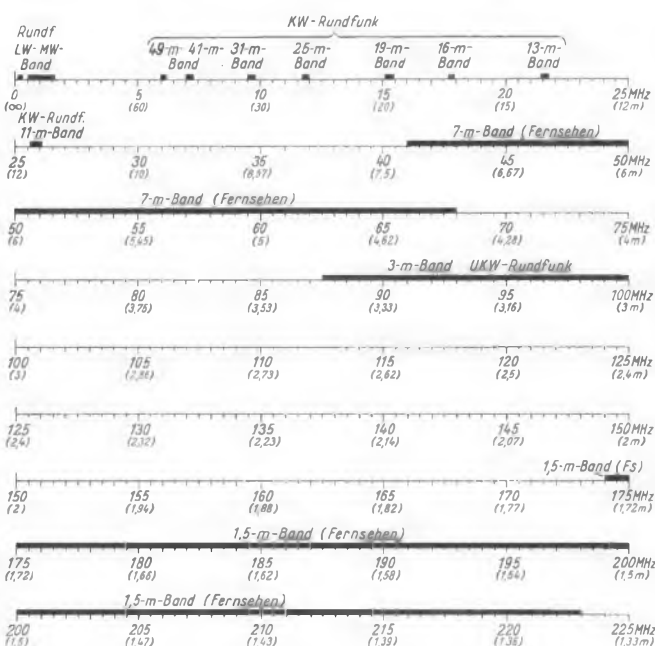

Bild 6.4. Die Rundfunk- und Fernsehbereiche in frequenzlinearer Darstellung
(freigegebene Bänder s. Bild 6.4). Dieses Bild zeigt infolge seiner frequenzlinearen Darstellung sehr eindrucksvoll, daß um so weniger Frequenzen zur Verfügung stehen, je länger die Wellen sind. Der Zug zu immer kürzeren Wellen findet darin eine seiner wichtigsten Begründungen.
**Umfang:** Hier gibt es nur einzelne freigegebene Bänder von 50 bis 11 m, wie Bild 6.4 zeigt. Doch ließen sich schon in ihnen 44 Sender mit je 30 kHz Bandbreite unterbringen.